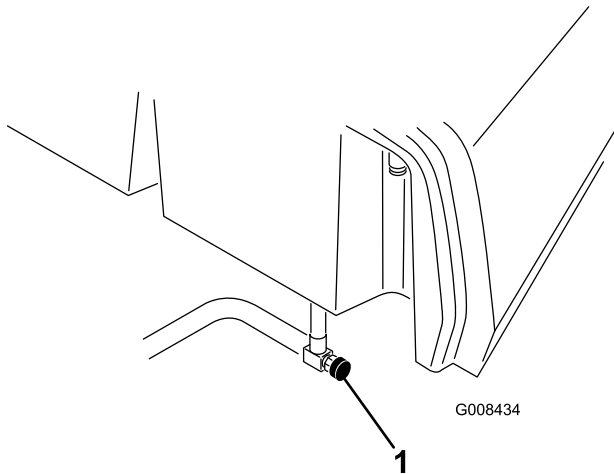

Figura 36
1. Chiudete la valvola di intercettazione del carburante (**Figura 36**) sotto il serbatoio del carburante.